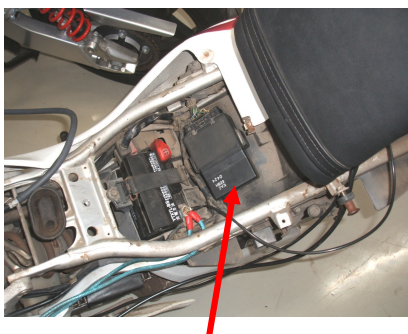
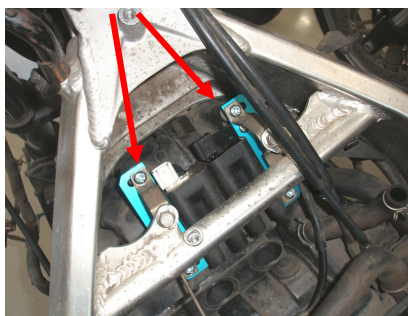

図1、ノーマルイグナイタ
図2、SP2 コイル装着
- ①シート、左右サイドカバー、ガソリンタンク、エアクリーナケース、アッパーカウル、ローアカウルを外し、ラジエーター取付を緩め、ノーマルイグニッションコイル及びイグナイタユニットを取外して下さい(図1)。
- ②8ページ「プラグコードコネクタ装着方法」に従ってプラグコードを SP2 コイルに装着して下さい。プラグコード／キャップはリーク防止のため、新品又は良品を使用して下さい。
- ③SP2 イグニッションコイルを位置を調整して取付けて下さい(ボルトはノーマルを使用)。右側が#1・4用、左側が#2・3用コイルです。6 * 7mmスペーサを使用してヒートガードプレートを取付けて下さい(図2)。
- ④SP2 ワイヤハーネスを9ページ接続図のように接続して下さい。SP2 コントロールユニットは、水などが溜まらないようにスイッチ面を横向きにして固定して下さい。ノーマルイグナイタを外したコネクタ、ノーマルコイルの余った端子、ヘッドライト内の黄／緑端子はどこにも接続する必要はありません。